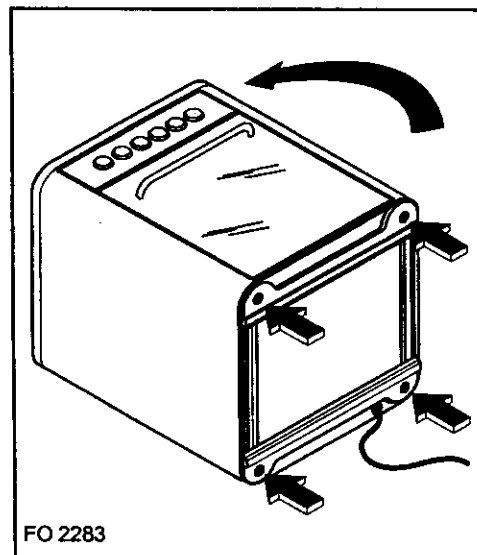

Рис. 11
2. Аккуратно наклоните плиту назад (рис. 11), стараясь не повредить ее.
4. Вставьте ножки в соответствующие отверстия, указанные на рис. 11.